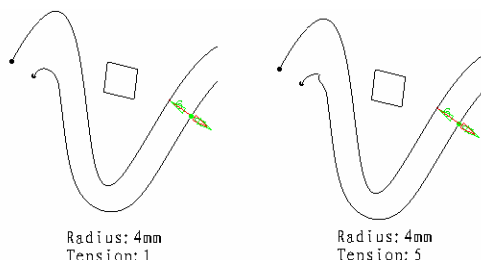

图 4-145
- Tension: 可以对步骤 3 中创建的 3D 曲线进行调整，如图 4-145 所示。